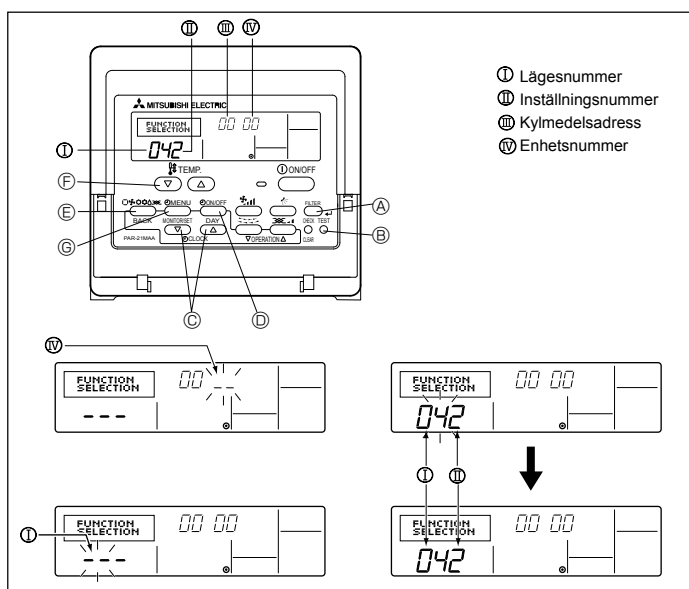

Fig. 6-9
1) För ledningsdragen fjärrkontroll (Fig. 6-9)